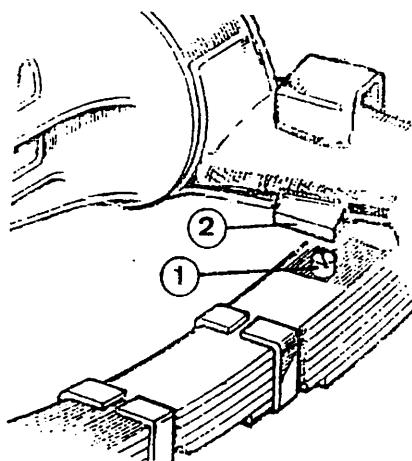

Fig. 5B.4-5
Monte los abarcones (8), la placa (7) y las tuercas (6) (Fig. 5B.4-3) fijadas a su par de apriete.